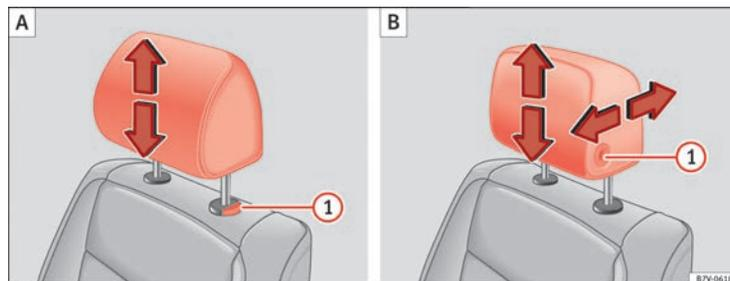
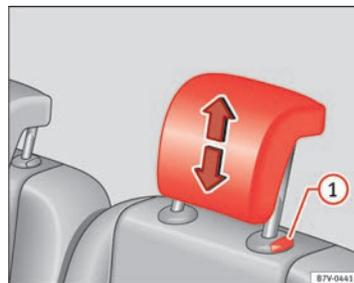

Fig. 84 A : Réglage des appuie-tête sans possibilité de réglage en longueur, B : Réglage des appuie-tête avec possibilité de réglage en longueur.
Fig. 85 Réglage de l'appuie-tête de la deuxième ou troisième rangée de sièges.
- Relevez l'appuie-tête dans le sens de la flèche ou abaissez-le ⇒ fig. 84 ou ⇒ fig. 85 ① en appuyant sur le bouton ⇒ ⚠.
- Déplacez l'appuie-tête vers l'avant en suivant le sens de la flèche ou vers l'arrière ⇒ fig. 84 ① B en appuyant sur le bouton.